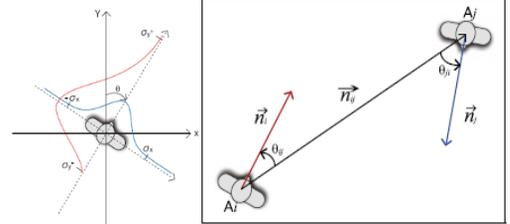

図1 個人空間モデルと互いの視線の方向性
- 前面の空間を他の面より広くとる (図1左)
- 視線の方向性：知り合い、話し合いたいときは $q$ の角度が小さくなる (図1右：矢印の視線方向と対人の角度)